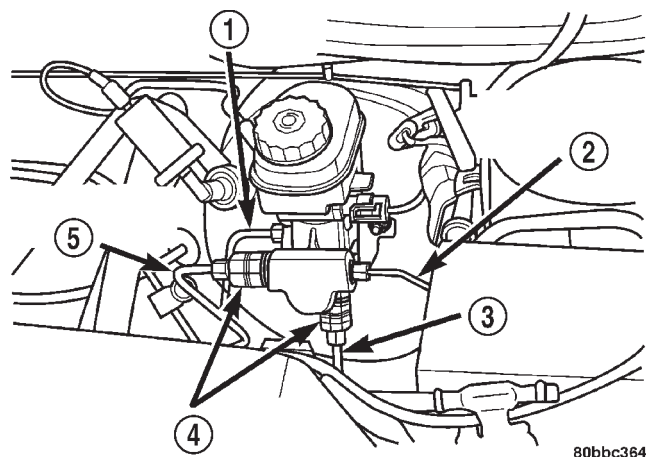

Fig. 21 Válvulas dosificadoras
- (2) Desconecte el tubo de freno de la válvula dosificadora que requiere ser retirada (Fig. 21).
- (3) Desenrosque la válvula dosificadora del cilindro maestro.
- (1) Lubrique los anillos O en la válvula dosificadora. Asegúrese de que el anillo O en la válvula dosificadora sea nuevo.
- (2) Instale la válvula dosificadora en su orificio en el cilindro maestro. Apriete la válvula dosificadora con una torsión de 17,5 N·m (155 lbs. pulg.).
- (3) Conecte el tubo de freno a la válvula dosificadora (Fig. 21). Apriete la tuerca del tubo con una torsión de 17 N·m (145 lbs. pulg.).